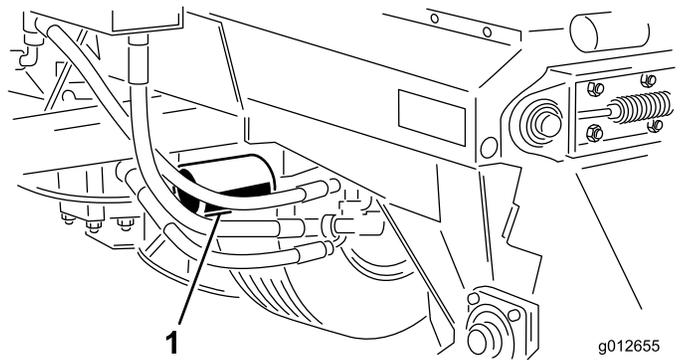

图 28
2. 清洁滤芯安装区周围的区域。在滤芯下面放置一个放油盘并拆下滤芯图 28。